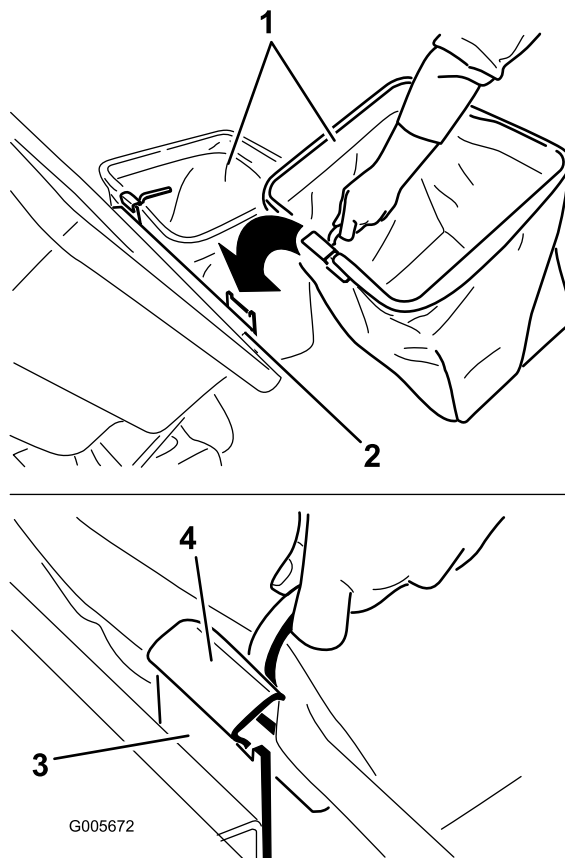

Figure 12
5. Pour installer les bacs, glissez les crochets de l'armature sur les pattes de retenue (Figure 12).